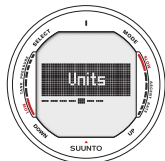

Bild 3.12 Inställning av måttenheter
5. Måttenheter (bild 3.12, 3.13)